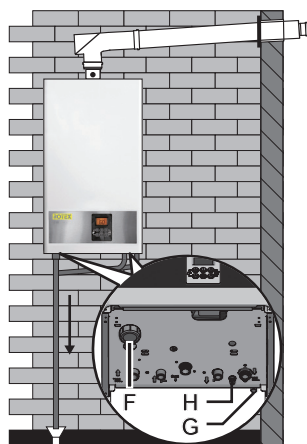

Figura 4-13 Raccordo del tubo di scarico della condensa
Lo sfiato della sovrappressione del sistema è garantito dalla valvola di sicurezza integrata nell'apparecchio. La valvola di sicurezza e un dispositivo di sfiato automatico vengono montati nell'alloggiamento della pompa di circolazione riscaldamento mediante un collegamento a spina. Eventuale acqua di riscaldamento che fuoriesce dalla valvola di sicurezza viene trasportata da un tubo flessibile trasparente corto (figura 4-13, pos. G) fuori da ROTEX GW.
- Portare tubo flessibile di deflusso condensa ( $\varnothing$  18/24 mm) collegato al sifone della condensa (figura 4-13, pos. F) con pendenza costante e bocchettone libero al collegamento di canalizzazione. Il deflusso completo non può essere richiudibile e deve deviare la condensa verso l'esterno in maniera sicura e riconoscibile. All'occorrenza il tubo corrugato fornito di fabbrica deve essere sostituito da un tubo in plastica adatto con un diametro interno minimo di 13 mm.
Mediante i raccordi dei tubi che sporgono dal lato inferiore dell'apparecchio tra il ritorno riscaldamento e il collegamento dell'acqua fredda (figura 4-13, pos. H) all'occorrenza è possibile svuotare la caldaia.